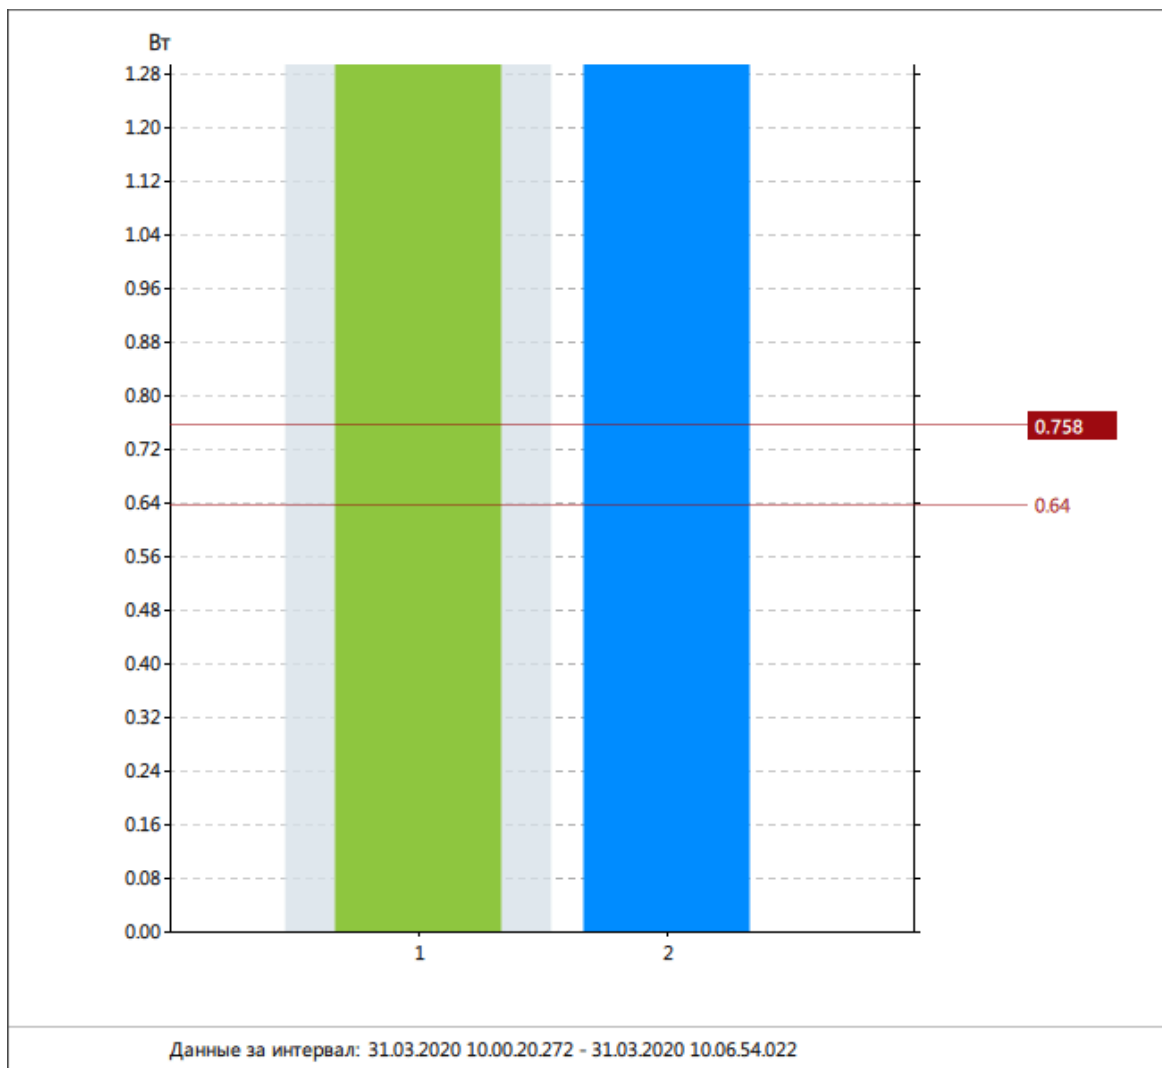

Рисунок 74 - Маркеры
1. **Добавить маркер** – добавляет маркер по значению (горизонтальный) (Рисунок 74).